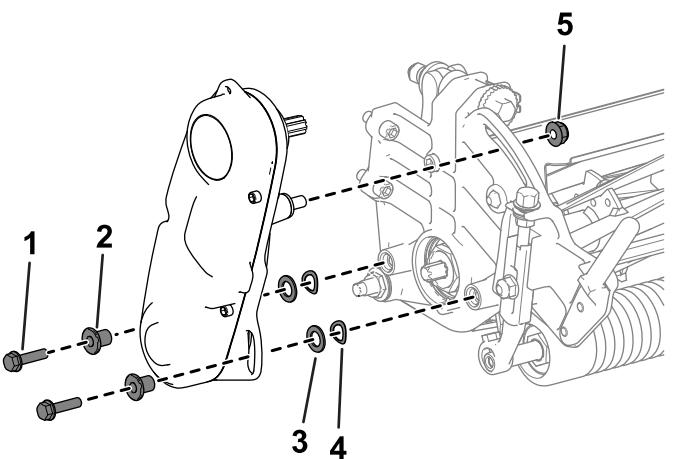

Figure 36
- 3. Déposez le système d'entraînement du cylindre, les rondelles plates, les rondelles élastiques et les entretoises de la plaque latérale (Figure 36).